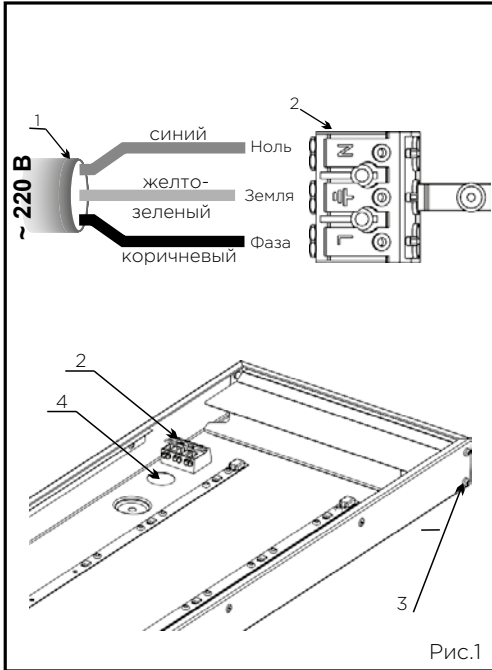

Рис.1
1. Для того, чтобы подключить светильник ССВ с типом корпуса “коридорный”, а также все светильники с внутренним способом подключения (клеммная колодка внутри) к электрической сети необходимо (рис.1):